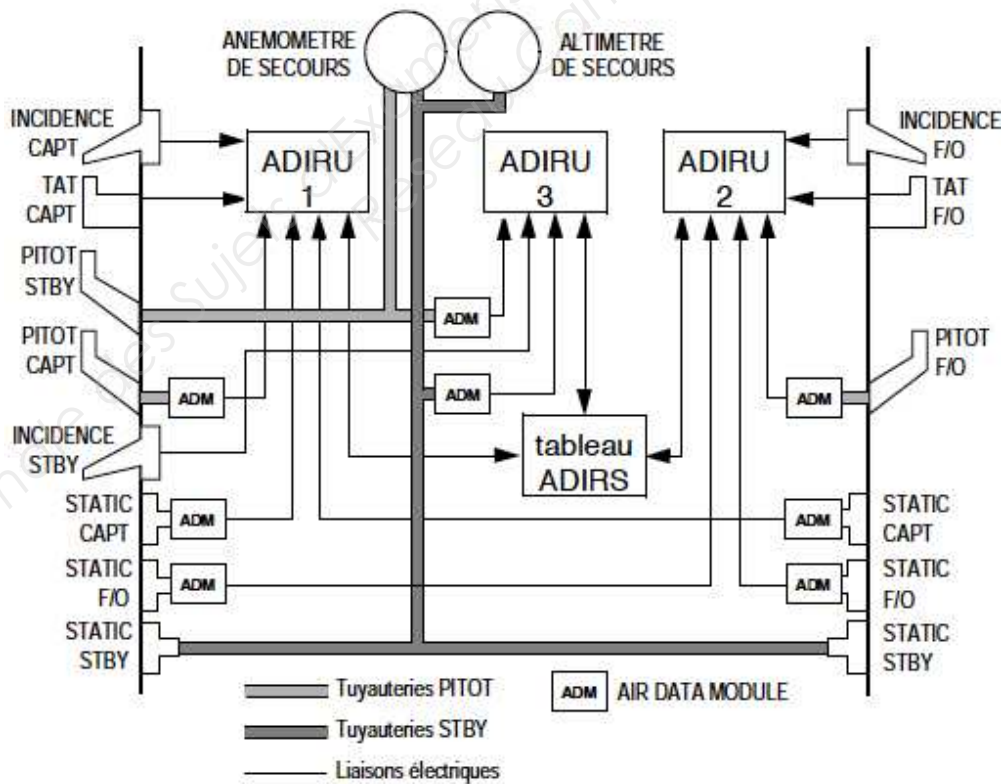

Figure 5 : Synoptique du circuit anémobarométrique
- **3 ADIRU** (Air Data and Inertial Reference Unit) identiques. (voir figure 5 page 8 du DT)
- **8 ADM (Air Data Module)** (voir figure 5 page 8 du DT) qui convertissent les pressions pneumatiques des prises pitots et statiques en données numériques utilisables par les ADIRU.